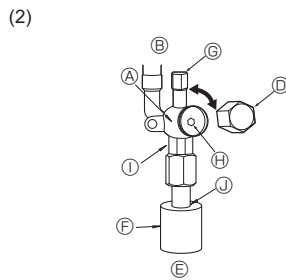

Fig. 4-7
- ① Remova a cápsula, puxe a alavanca na sua direcção e gire 1/4 de volta no sentido contrário aos ponteiros do relógio para abrir.
- ② Certifique-se de que a válvula de paragem esteja completamente aberta, empurre a alavanca e gire a cápsula de volta à sua posição original.
(2) Lado do líquido (Fig. 4-7)
- ① Retire a tampa e rode a válvula para a esquerda o máximo que puder com uma chave sextavada de 4 mm. Pare de rodar quando esta alcançar o batente. (ø9,52: Aproximadamente 10 rotações)